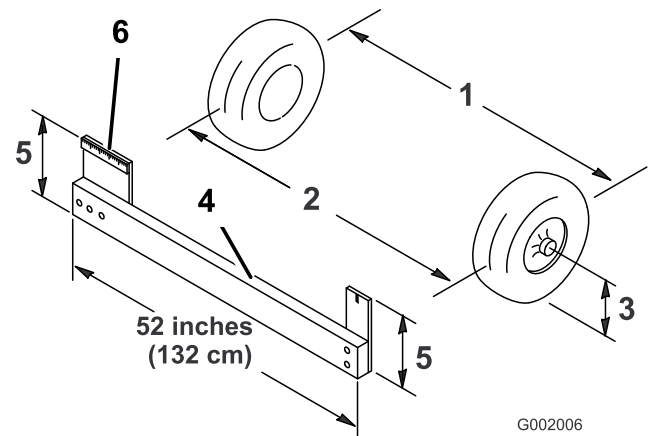

Figura 61
4. Meça a distância entre os pneus dianteiros à altura do eixo na zona dianteira e traseira dos pneus dianteiros (Figura 61). É preciso um objecto imóvel ou um medidor de alinhamento para a medição traseira dos pneus dianteiros à altura do eixo. Utilize o mesmo objecto ou medidor de alinhamento para obter uma medição precisa da dianteira dos pneus dianteiros à altura do eixo (Figura 61).